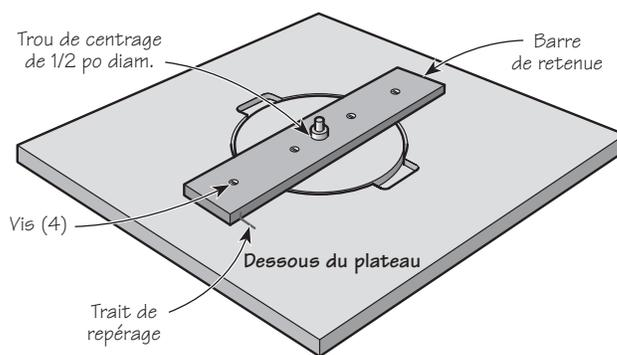

Figure 4 : Montage de la barre de retenue
6. Fabriquer une barre de retenue à l'aide d'une pièce de bois de 2 po à 3 po de largeur sur une longueur de 13 po à 15 po. Voir la **figure 4**. Son épaisseur ne doit pas excéder celle des pièces de bois utilisées à l'étape 4 pour surélever le plateau. Percer en son centre un trou de 1/2 po de diamètre. Le plateau de table étant toujours retourné, fixer la barre de retenue à l'aide de quatre vis comme le montre l'illustration. Utiliser la tige de positionnement pour s'assurer que le trou de 1/2 po du plateau s'aligne bien avec le trou de 1/2 po de la barre de retenue. Faire une marque sur la barre de retenue et sur la surface adjacente du plateau afin de pouvoir, au besoin, enlever la barre et la replacer exactement au même endroit.